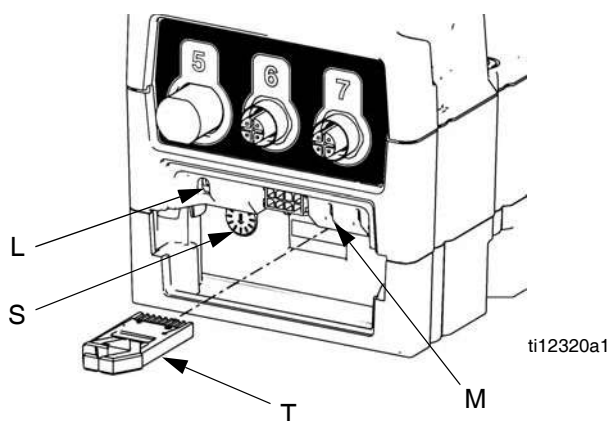

FIG. 22
4. Presione y sostenga el botón presionar (M) durante tres segundos y luego libérela. El LED rojo (L) hasta que el software esté cargado. Vea FIG. 22.
5. Retire la Ficha (T) cuando el software lo haya cargado o no se requiera más la Ficha.